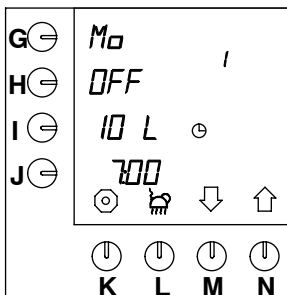

Fig. 14 Impostazioni standard preprogrammate
- Quindi sullo schermo viene visualizzato il **primo** orario preprogrammato **per il giorno seguente** (fig. 14).
- Quindi sullo schermo viene visualizzato il successivo orario impostato (vedere fig. 14)